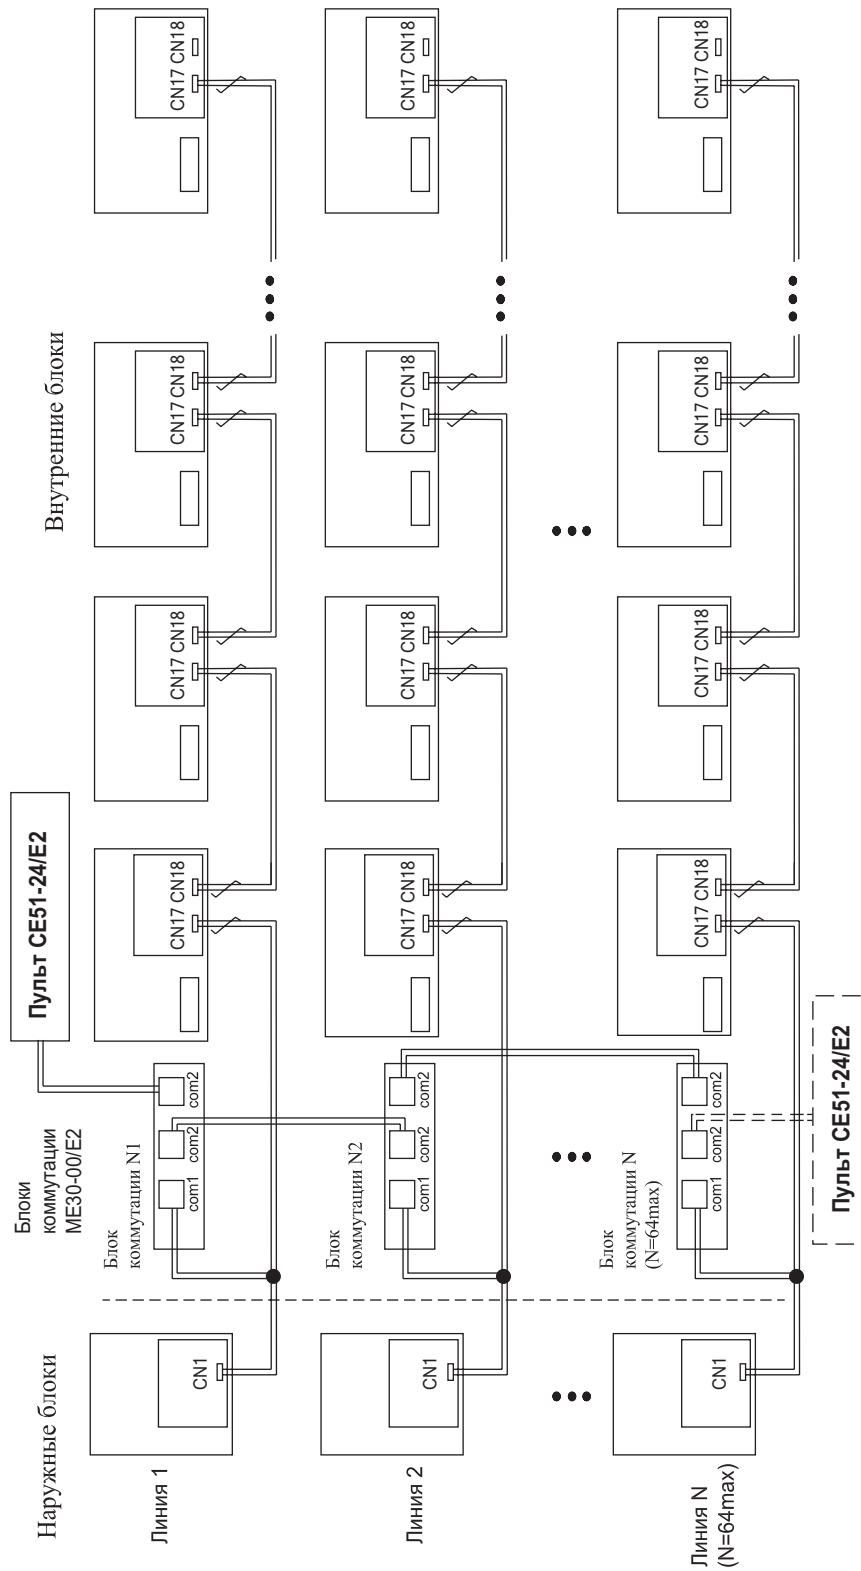

Рис. 7.24
7.5.11 Схема подключения центрального пульта SE51-24/E(M) (Рис. 7.24)